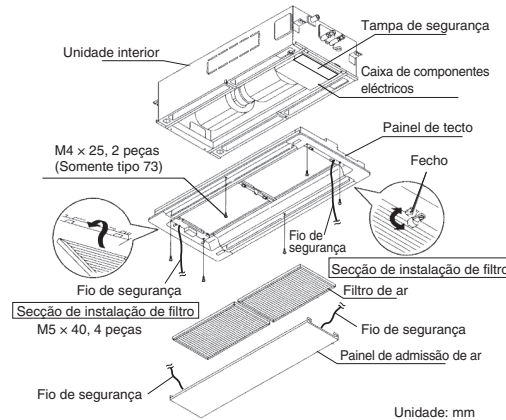

Fig. 7-20
- Retire o painel de admissão de ar e o filtro de ar do painel de tecto como mostrado nas Figs. 7-20 e 7-21.
- Instale o filtro e a grade de admissão de ar ao efectuar os passos nas Figs. 7-20 e 7-21 na ordem inversa.